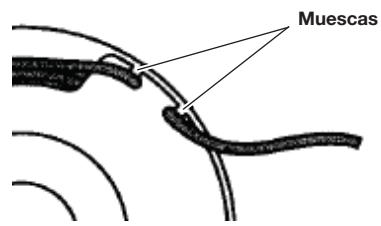

Fig. 18
- Trabe los extremos de las líneas en las dos muescas de la bobina (Fig. 18).